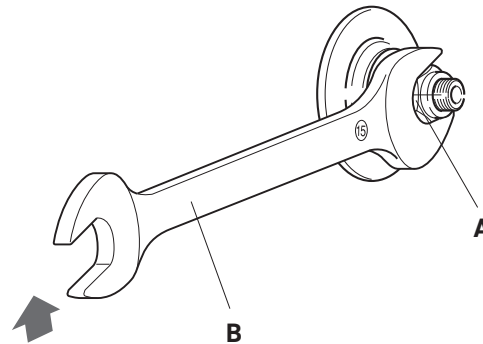

Fig. 20
- Bloquer la roue au moyen de l'écrou (A - Fig. 20) à l'aide d'une clé plate de 15 mm (B - Fig. 20) et opposer une force contraire à la rotation de l'axe avec une autre clé fixe de 15 mm située sur l'écrou du côté opposé.